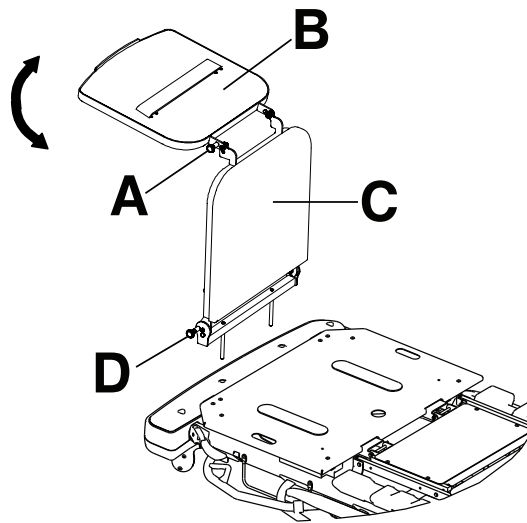

Abbildung 19 – Defibrillator-Tablett-/Fußteilverlängerung
- Den oberen Knopf (A) herausziehen (Abbildung 19).
- Das Defibrillator-Tablett (B) drehen, bis sich das Tablett flach über dem Fußende des Produkts befindet. Den oberen Knopf (A) lösen. Sicherstellen, dass das Defibrillator-Tablett arretiert ist.
Umwandlung der Defibrillator-Tablett-/Fußteilverlängerung in eine Fußteilverlängerung (Abbildung 19):